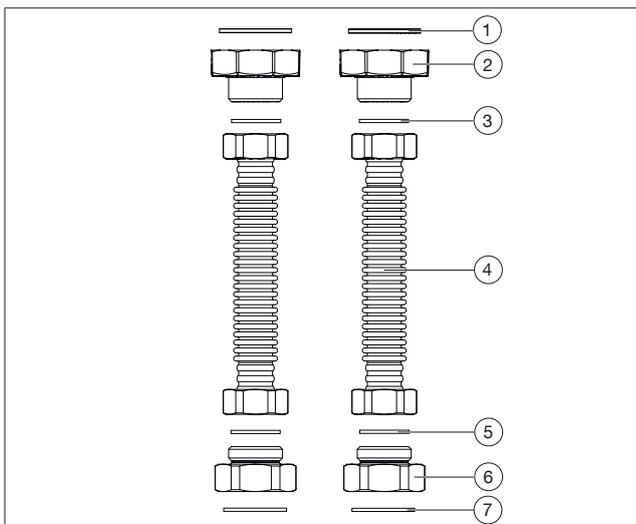
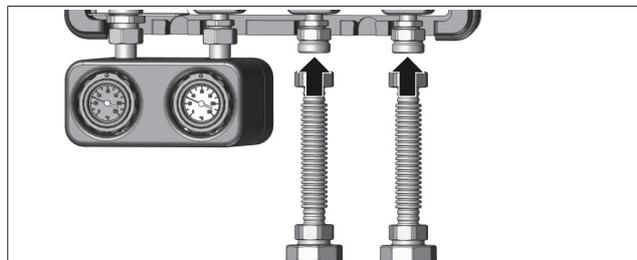

Fig. 29: Configuration du jeu de raccordement
Fig. 30: Vissage du tube de raccordement (raccordement par le bas)
2. Insérer les joints (voir Fig. 29 en page 24 (7)) dans les raccords de liaison (6).
3. Visser à la main les raccords de liaison (6) sur la sous-station.
4. Insérer les joints (3) entre les raccords de liaison (2) et les tubes annelés en acier inoxydable (4) et serrer les composants à la main.
5. Visser à la main les tubes annelés en acier inoxydable (4) sur les raccords de liaison (6). Voir Fig. 30 en page 24.
10. Serrer tous les raccords (les couples correspondants figurent dans le tableau sous Fig. 29 en page 24).